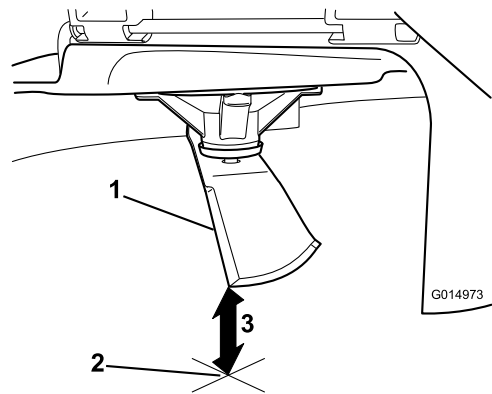

Figura 52
- Mida desde la punta de la cuchilla hasta la superficie plana (Figura 52).